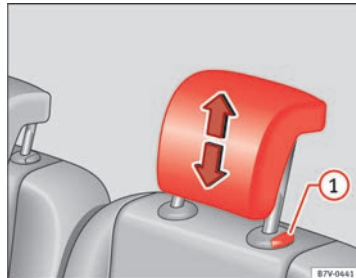

Abb. 87 Einbau der Kopfstützen der zweiten und dritten Sitzreihe.
- Bei gedrücktem Knopf die Kopfstütze ⇒ Abb. 87 **1** entnehmen.